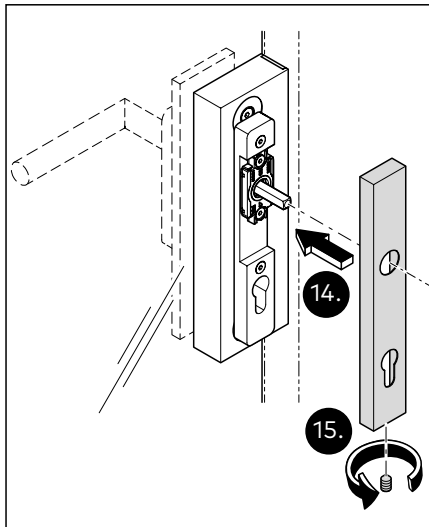

Abb. 36 Die Abdeckung auf der Grundplatte anbringen und fixieren
14. Die Abdeckung auf der Grundplatte anbringen (Abb. 36).